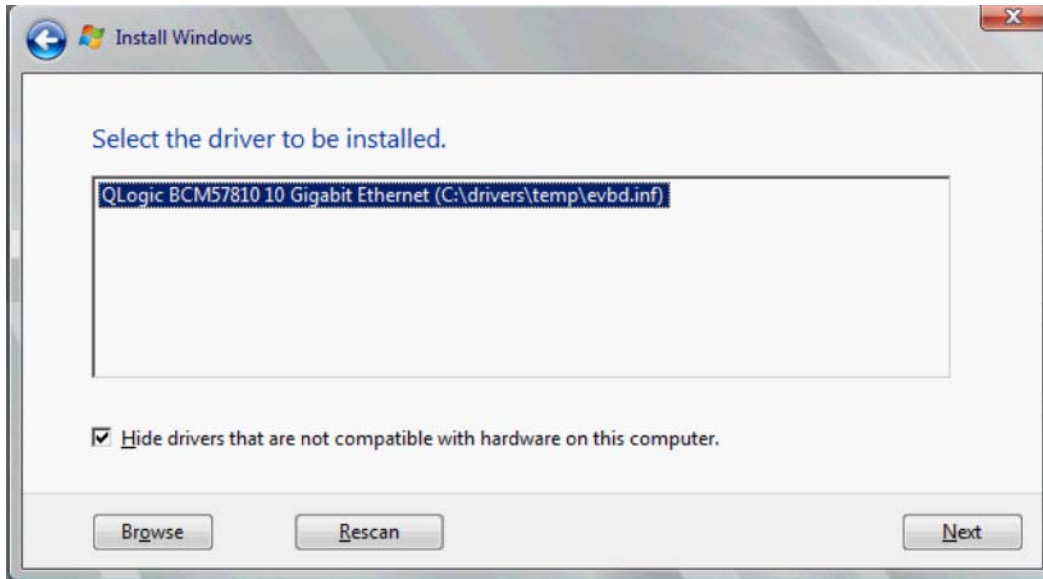

Figura 14-11. Instalação do driver EVBD
1. Carregue o driver do EVBD (Figura 14-11).